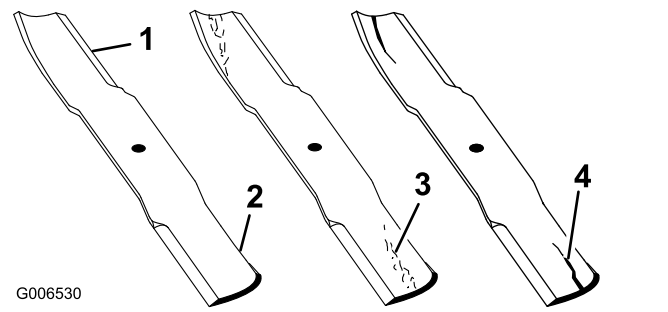

Figure 43
1. Examinez le tranchant des lames (Figure 43).
2. Inspectez les lames, surtout la partie relevée (Figure 43).
Remarque: Remplacez immédiatement toute lame endommagée, usée ou qui présente une entaille (repère 3 de la Figure 43).